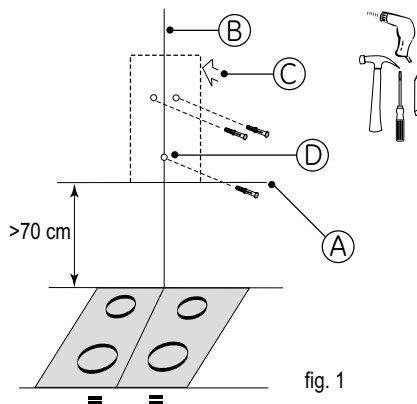

fig. 1
- Faça um traço horizontal no mínimo a 70 cm da placa de cozinha ou do fogão (A/ fig.1).
- Faça um traço vertical (B/fig.1) na parede, centrado em relação ao fogão ou à placa de cozinha e que vá do tecto até ao limite do traço horizontal anterior (A).
- Coloque o modelo na parede (C/fig. 1).
- Coloque o parafuso anti-elevação (D/fig 1).